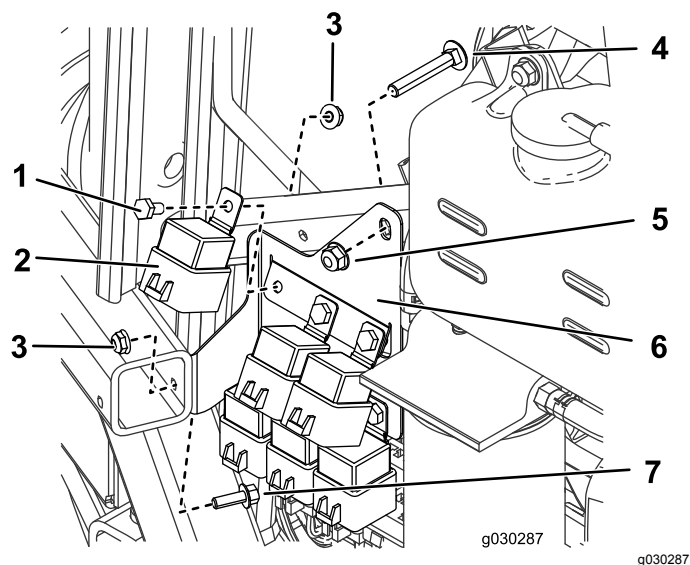

Figure 21
3. À l'aide d'un boulon (1/4" x 3/4"), d'un écrou (1/4") et du boulon et de l'écrou que vous venez de retirer, montez le support de relais sur la machine (Figure 21).
1. Sur le côté droit de la machine, montez 6 relais sur le support à l'aide de 6 boulons (1/4" x 1/2") et 6 écrous (1/4"), comme montré à la Figure 21.